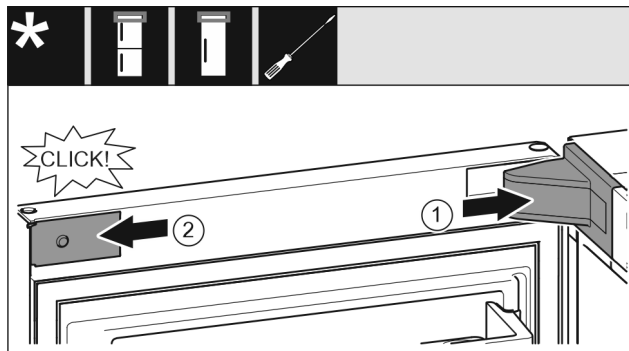

Fig. 42
- ▶ Lagerbockabdeckung Fig. 42 (1) aufsetzen und einrasten, ggf. vorsichtig auseinanderdrücken.
- ▶ Blende Fig. 42 (2) seitlich ansetzen und einrasten.